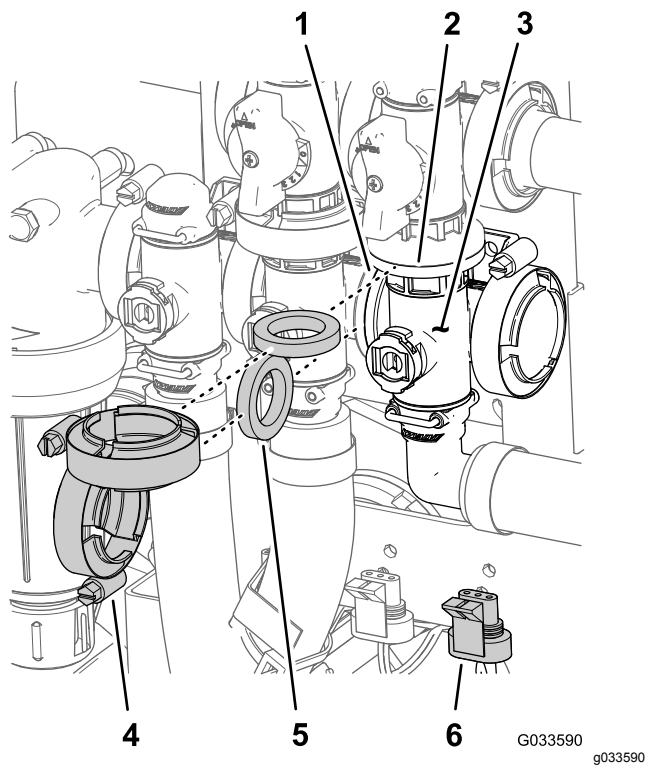

図 117
1. マスターブームバルブ用のマニホールド 図 117 をマスターブームバイパスバルブ、攪拌バルブおよびフランジ付き 90° エルボ フローメータ用ホースの端部にある に固定しているフランジクランプとガスケットを外す。